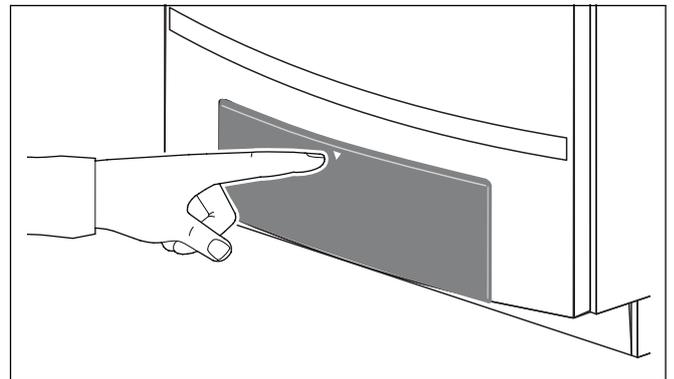

Fig. 80 Aprire il pannello di comando
- Aprire il pannello di comando premendolo (fig. 80).